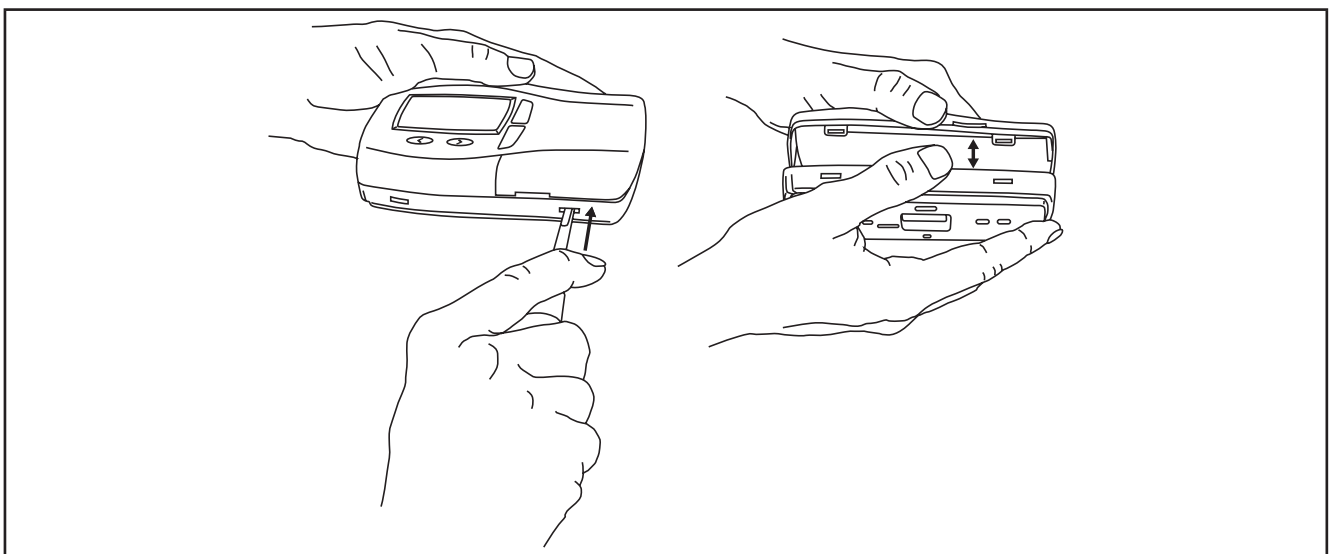

Fig. 11. Apertura
3. Fare leva su di esso con un cacciavite o attrezzo analogo (vedi **Fig. 11 a pag. 23**).